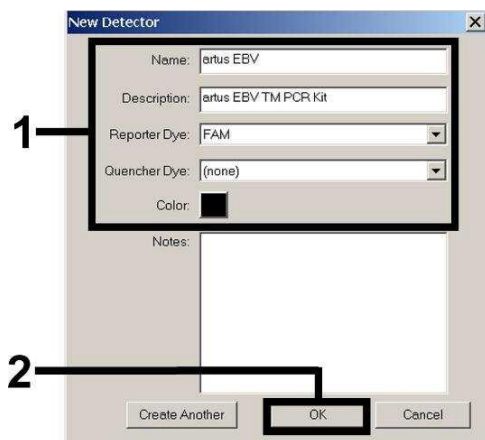
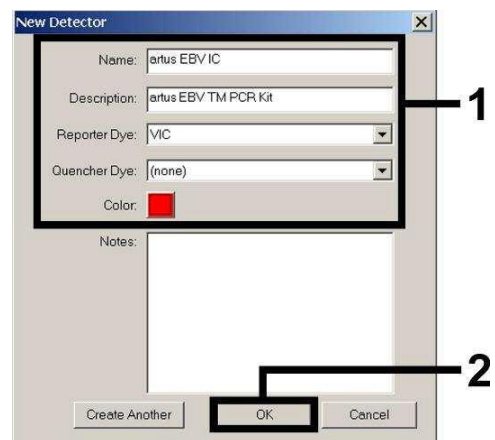
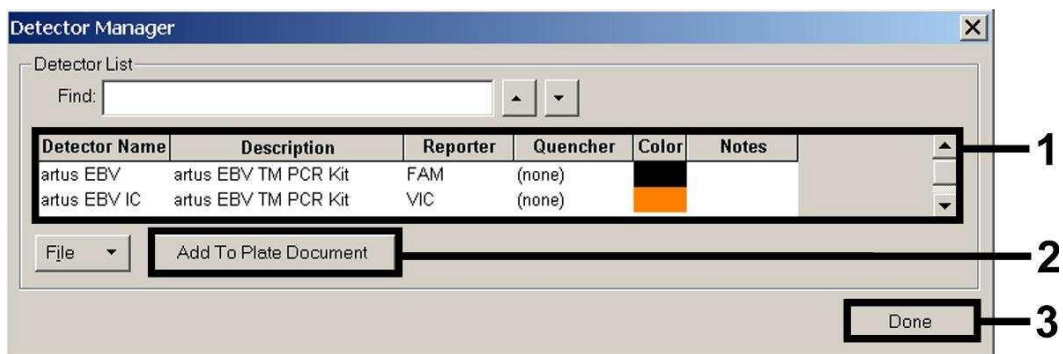

Fig. 4 : Création du détecteur spécifique à l'EBV (*Detector Manager*).
Fig. 5 : Création du détecteur spécifique au *Contrôle interne* (*Detector Manager*).
Fig. 6 : Sélection des détecteurs (*Detector Manager*).
Dans la fenêtre apparaissant à présent, choisir (conformément aux Fig. 4 et Fig. 5) la combinaison rapporteur/quencher **FAM/none** pour détecter l'ADN d'EBV. Pour détecter le *Contrôle interne*, sélectionner la combinaison **VIC/none**. En confirmant la saisie (OK), un retour est effectué au *Detector Manager*. Sélectionner les détecteurs venant d'être créés et transférer chaque sélection vers *Well Inspector*, en cliquant sur l'option *Add to Plate Document* (voir Fig. 6). Fermer la fenêtre (*Done*).